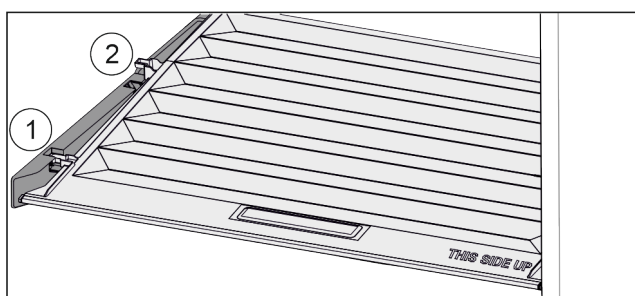

Fig. 78
- ▶ Tirer le couvercle vers l'avant jusqu'à dans l'orifice des pièces de retenue Fig. 78 (1).
- ▶ Le soulever par le bas à l'arrière et le sortir par le haut Fig. 78 (2).